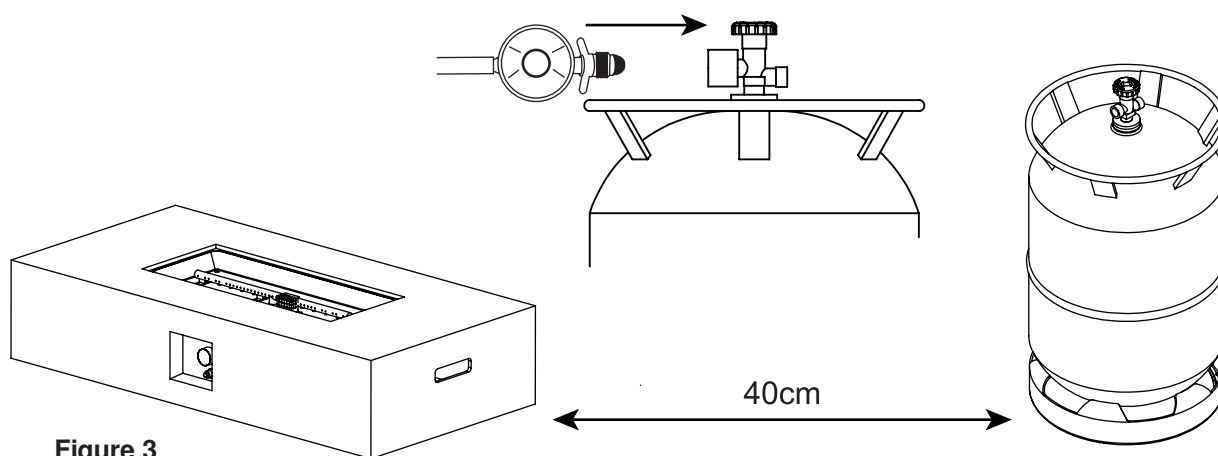

Figure 3
4. Ühendage regulaator gaasiballooni ventiiliga ja pingutage (vt Figure 3).